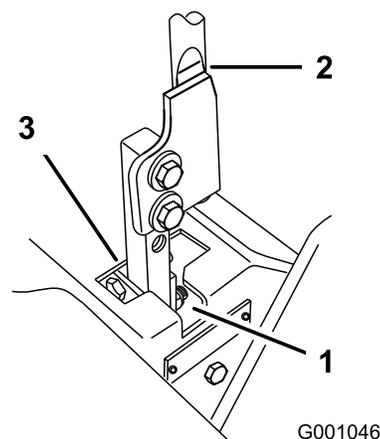

Figure 53
- Placez le levier au point mort, sans le verrouiller (Figure 53).
7. Vérifiez la position du levier par rapport au cran de la console (Figure 53). Il doit être centré de façon à pouvoir pivoter vers l'extérieur jusqu'à la position de verrouillage du point mort.